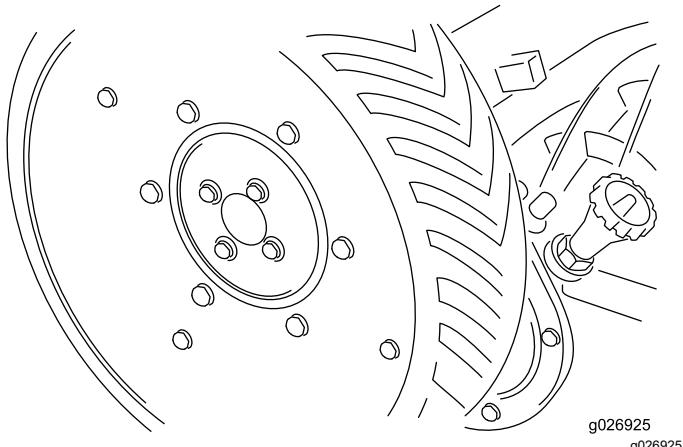

図 14
5. キャップスクリュとロックワッシャを使用して駆動ホイールを取り付ける図 14。